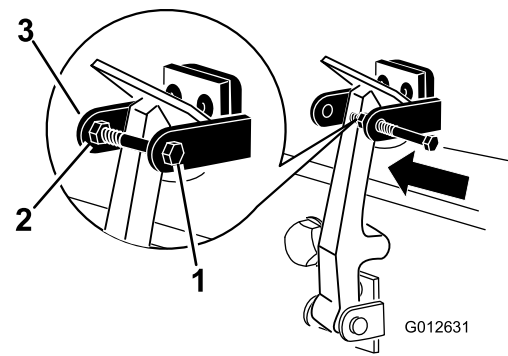

Bild 7
8. Setzen Sie die Schraube in den anderen Arm der Halterung des Motorhaubenriegels, um den Riegel zu arretieren (**Bild 7**). Ziehen Sie die Schraube (nicht die Mutter) an.